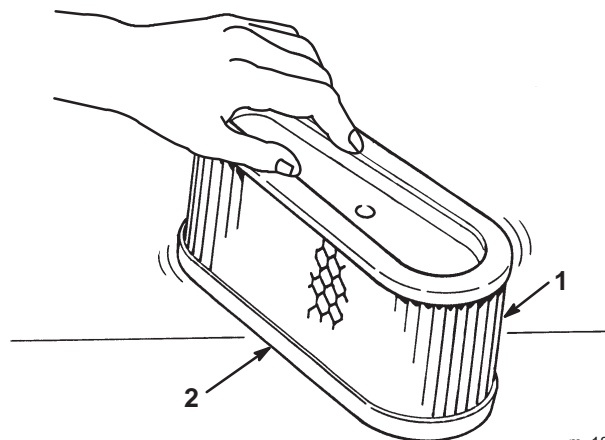

Abbildung 30
- Den Einsatz leicht auf eine flache Unterlage klopfen, um Staub und Schmutz zu beseitigen (Abb. 30).